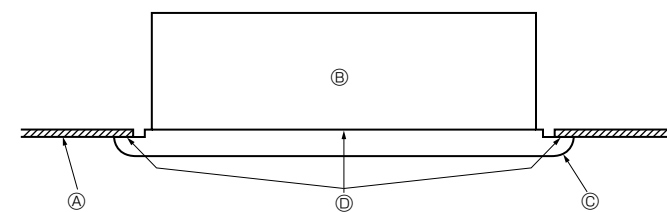

Fig. 5-6
- Stringere quindi i bulloni di fissaggio ② e stringere le viti ③ nei tre punti centrali.
- Stringere definitivamente i bulloni di fissaggio ② nei quattro punti previsti, a sinistra e destra.
- A questo punto, accertarsi che non vi siano più spazi vuoti fra la sezione interna e il pannello anteriore, e fra il pannello anteriore e la superficie del soffitto. In caso contrario, potrebbe esservi una caduta di gocce d'acqua, a causa del passaggio di correnti d'aria (Fig. 5-6).
- \* Stringere completamente i bulloni ② e le viti ③ di fissaggio.
5.4. Controlli dopo l'installazione (Fig. 5-6)